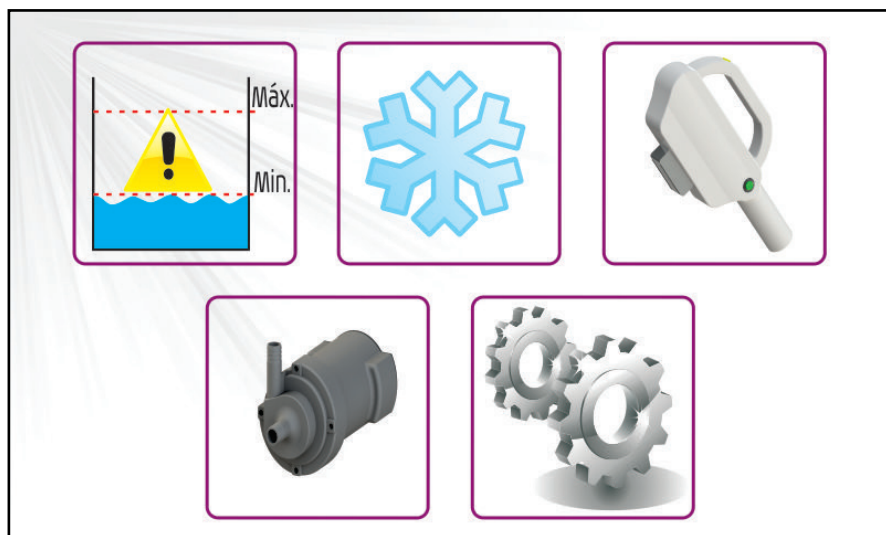

Figura 10. Aviso de baixo nível de água do modo de abastecimento.
4. Pressione a chave **ON/OFF** para a posição **ON**. Observe que o equipamento entrará no **MODO DE ABASTECIMENTO DO RESERVATÓRIO DE ÁGUA** e que a bomba do sistema de resfriamento de água é ativada. Em seguida pressione a tecla "piscante"  de aviso de **BAIXO NÍVEL DE ÁGUA DO RESERVATÓRIO** (Figura 10).